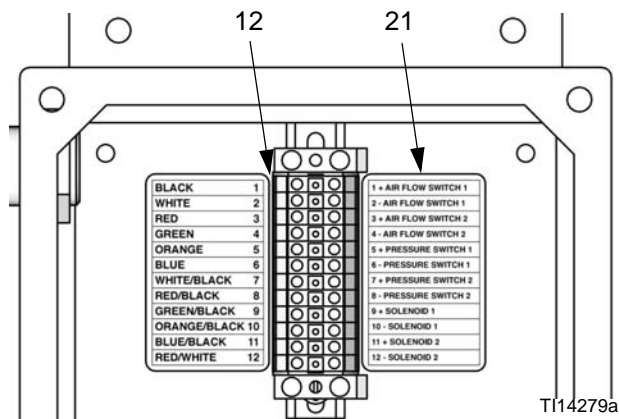

図 8。ソレノイドを端子ストリップに接続して下さい。
2. ラベル (21) に示されたように赤 (+12V) をピン 9 へ、黒 (COM) をピン 10 へと、SO#1 からのワイヤを端子ストリップ (12) の右側に接続します。図 8 および 表 1 を参照して下さい。
3. ガンフラッシュボックスを使用する場合は、ラベル (21) に示されたように赤 (+12V) をピン 11 へ、黒 (COM) をピン 12 へと、SO#2 からのワイヤを端子ストリップ (12) の右側に接続します。図 8 および 表 1 を参照して下さい。